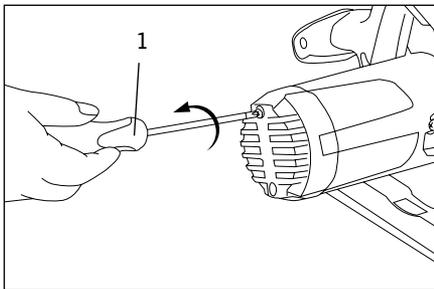

Fig. 18
1. Utilisez un tournevis croisé Philips (+) (1) et retirez le couvercle arrière du moteur (Fig. 18).